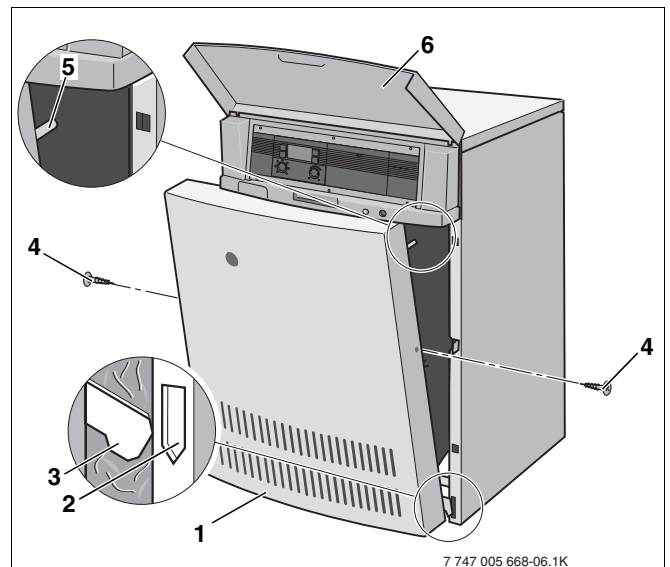

Abb. 32 Kesselvorderwand montieren
- Haken der Kesselvorderwand (Abb. 32, **Pos. 3**) unten in die Schlitzte der Seitenwände (Abb. 32, **Pos. 2**) einhängen.
- Kesselvorderwand oben an den Heizkessel andrücken, bis die Laschen (Abb. 32, **Pos. 5**) einrasten.
- Sicherungsschrauben (Abb. 32, **Pos. 4**) links und rechts in die Seitenwände eindrehen.
- Abdeckklappe des Regelgerätes (Abb. 32, **Pos. 6**) schließen.